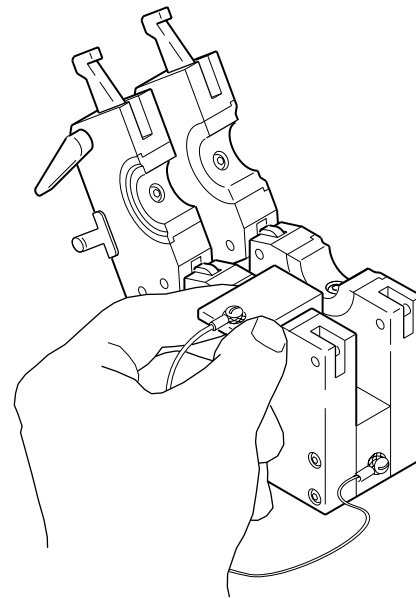

Abbildung 14 Platzierung der Zentrierlehre
1. Platzieren Sie die Zentrierlehre in eine Seite des Spannblocks. Die Zentrierlehr muss die Breite der Spannbacke umfassen. Siehe Abbildung 14.